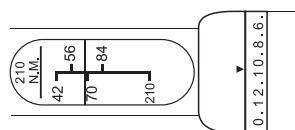

Abb. 2
- Drehen Sie den Griff und stellen Sie die Ringskala für die Feineinstellung auf „10“. Der Drehmomentschlüssel ist jetzt auf 66 Nm eingestellt (Abb. 2).